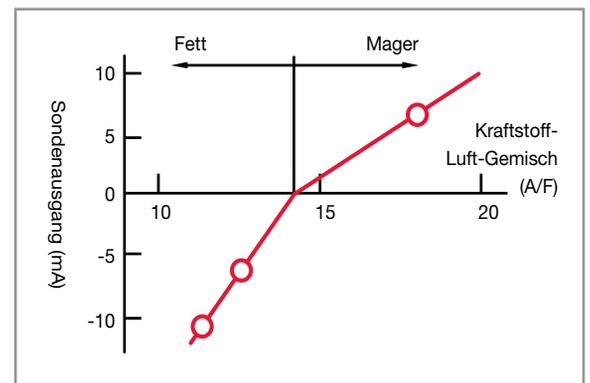

Abb. 7: Ausgabe A/F-Sensor.
- > **A/F-Sensoren** geben einen kleinen Strom zwischen -10mA und +10mA aus, die Ausgabe ist ein stabiler Wert, der proportional zum Verbrennungsluftverhältnis ist (Abb. 7).